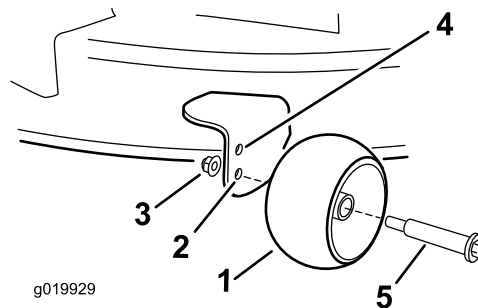

Figure 24
- Trou supérieur – utilisez cette position pour les hauteurs de coupe du tablier jusqu'à 63 mm (2½ po) (Figure 24).
- Trou inférieur – utilisez cette position pour les hauteurs de coupe du tablier à partir de 76 mm (3 po) (Figure 24).